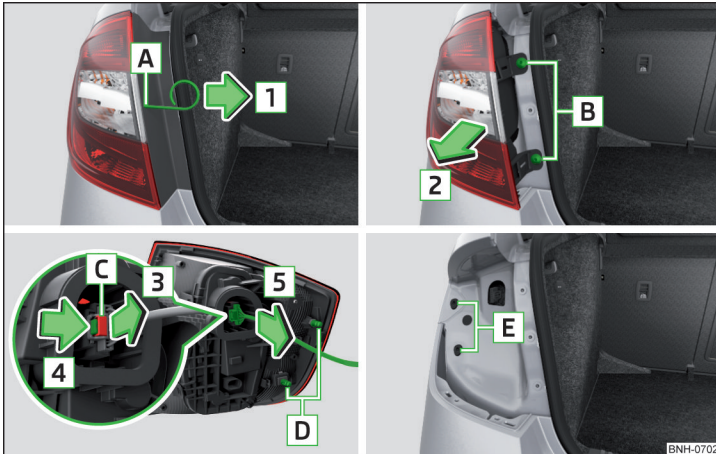

Abb. 269 Leuchte ausbauen / Stecker abziehen
- › In die Öffnung **A** » Abb. 269 den Bügel zum Abziehen der Radvollblenden einführen.
- › Die Leuchte mit den Zapfen **D** in die Aufnahmen **E** in der Karosserie einsetzen » Abb. 269.